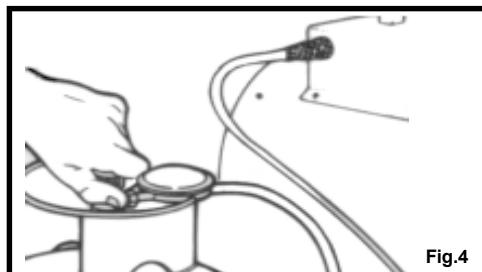

Fig.4
4. Despues del encendido de la llama, tener presionado el botón-gas unos 15-20 segundos para activar los dispositivos térmicos de seguridad (ver fig.4)